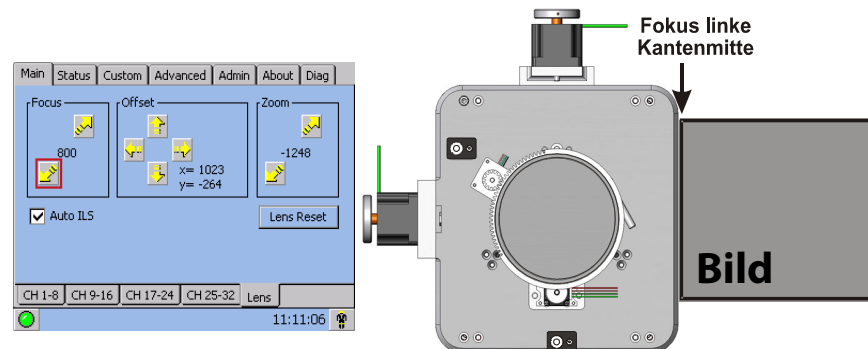

Abbildung 3-40 Einstellen des Fokus
3. Passen Sie den **Fokus** an, um das Objektiv einzufahren. Verwenden Sie dazu die Pfeil-nach-unten-Taste im Menü **Main: Lens** (Hauptmenü: Objektiv). Siehe **Abbildung 3-40**. Achten Sie darauf, wann das Bild links im Bildschirm scharf ist. Ist das Bild links scharf und rechts nicht, prüfen Sie, ob der Fokus der rechten Seite im Verhältnis zur linken vor oder hinter dem Bildschirm liegt. Ist der gesamte Bildschirm scharf, gehen Sie weiter zu Schritt 7.